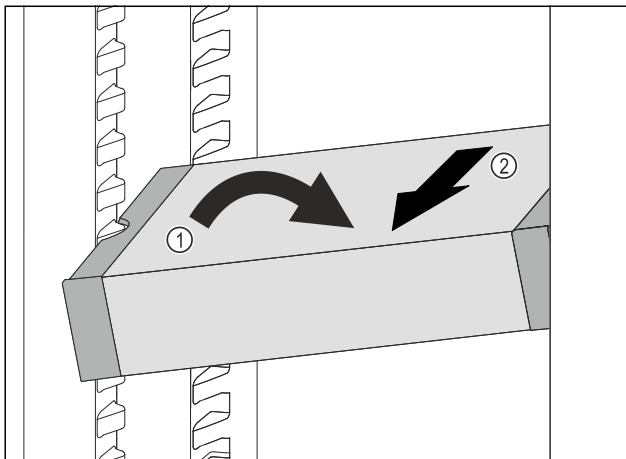

Fig. 46
- VarioSafe postavte v chladničke šikmo. Fig. 46 (1)
- VarioSafe vyberte dopredu. Fig. 46 (2)